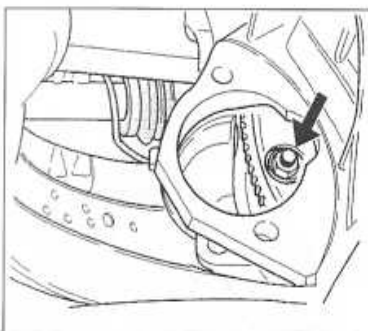

Figure 3B-6
- les 3 écrous de fixation du convertisseur pour cela tourner successivement le moteur de 120° (figure 3B-6).